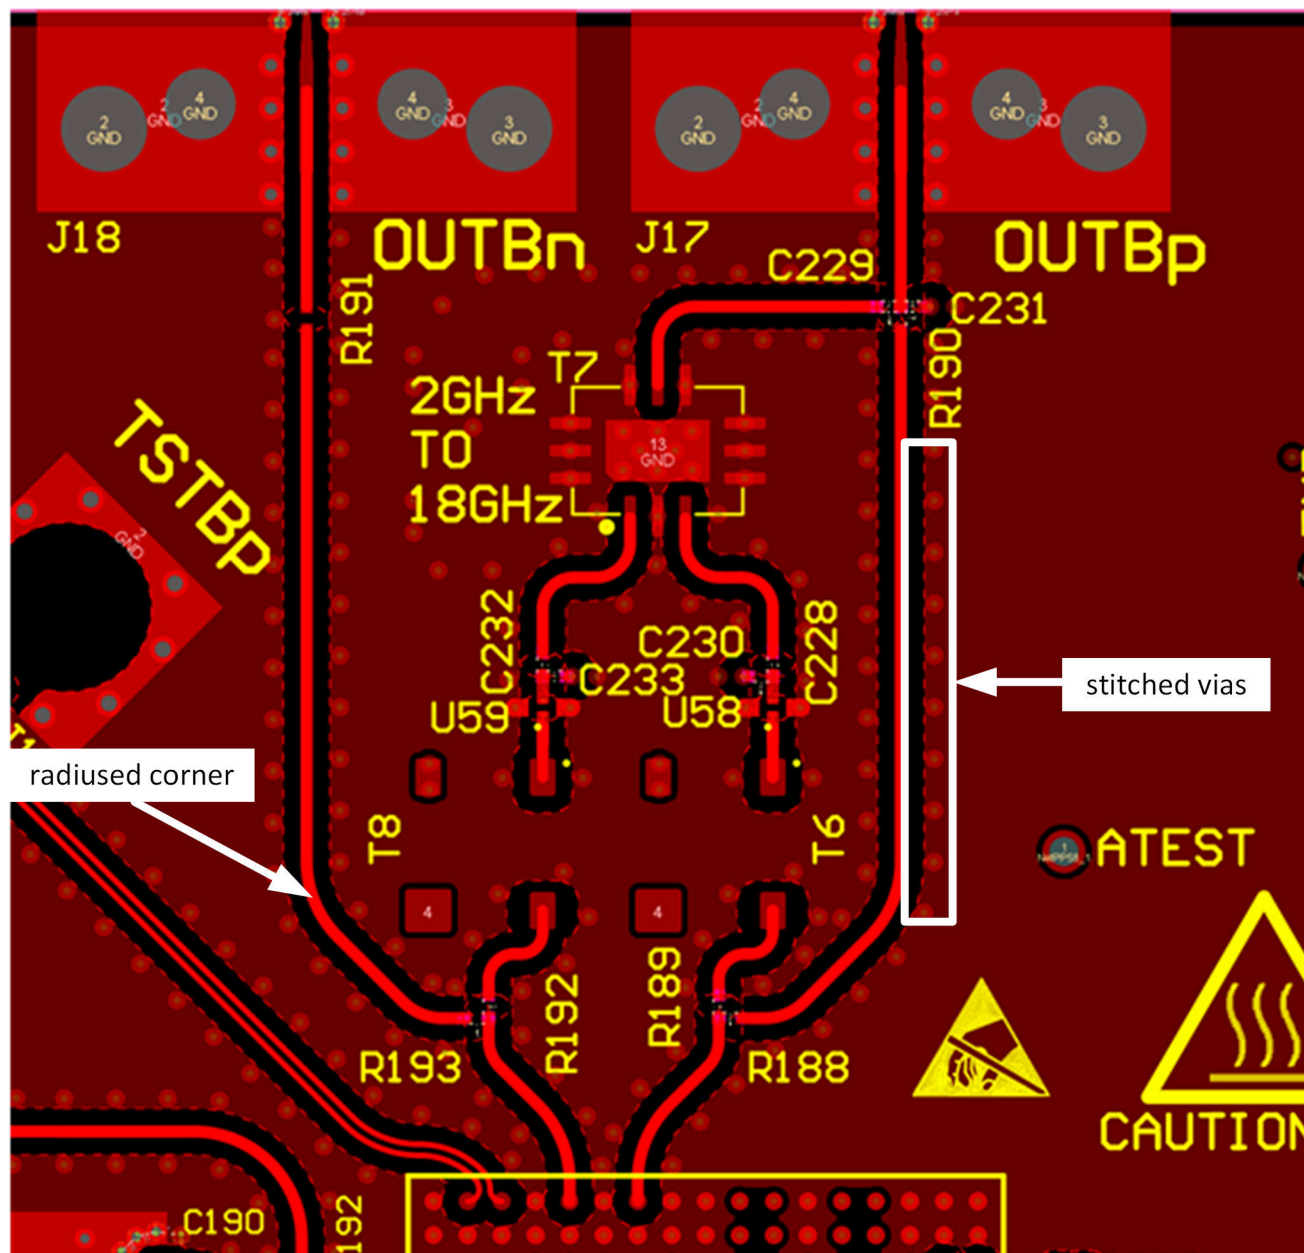

图 9-10. 高速信号布线旁边的半径角和拼接过孔
4. 使用平滑的辐射角并避免 45 或 90 度弯曲，以减少模拟和数字信号布线的所有高速输入/输出上的阻抗不匹配。详情请参考图 9-10。
- 在由布线传输的最大频率 ( $\lambda/4$ ) 决定的适当间距下, 提供与任何高速信号相邻的对称接地连接拼接过孔。详情请参考图 9-10。